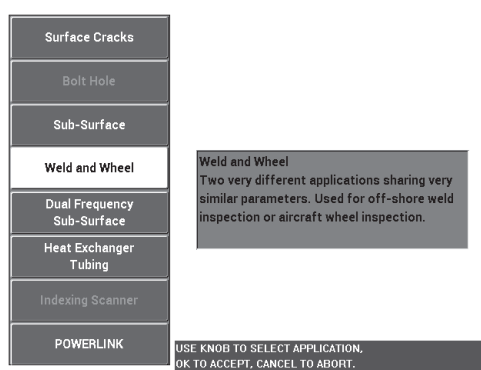

Abbildung 5-31 Anwendung Schweißnaht und Rad
2. Drücken Sie die Menütaste ADV SETUP () und drücken Sie die Funktionstaste **A**, um **ANW WÄHLEN** auszuwählen und das Anwendungsmenü anzuzeigen. Wählen Sie mit dem Drehknopf **Schweißnaht und Rad** aus und drücken Sie die Bestätigungstaste () [siehe Abbildung 5-31 auf Seite 159].